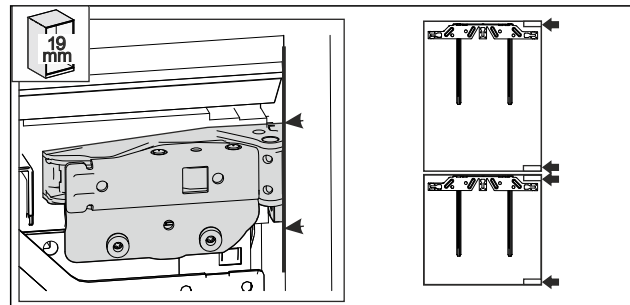

Fig. 56
- Muret anësore të mobilies me trashësi 19 mm: buza e përparme e menteshës është niveluar në raport me anën e përparme të faqes anësore të mobilies. Fig. 56 ()